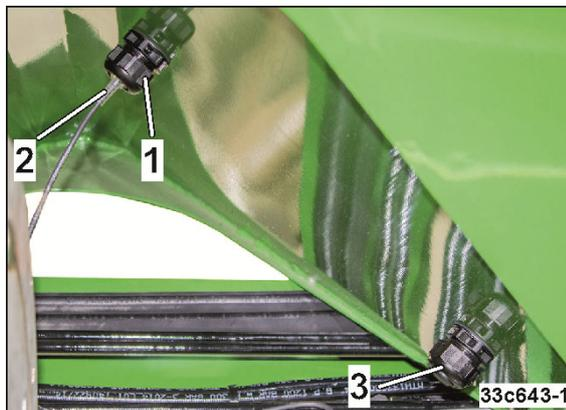

Рис. 141
2. Ослабьте гайку (Рис. 141/1).
3. Выньте датчик уровня (Рис. 141/2) и вставьте его в соответствующее крепление.
5. Затяните гайку (Рис. 141/1).
Чтобы закрыть освободившееся отверстие, установите и закрепите в креплении заглушку (Рис. 141/3).